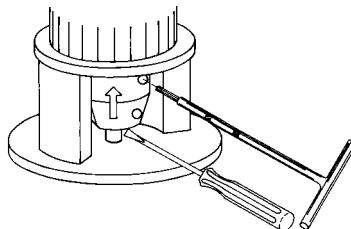

Afb. 16 De koppeling en de asafdichting optillen
3. Til de koppeling en de pompas zo ver mogelijk op (naar de motor toe) met een schroevendraaier of vergelijkbaar stuk gereedschap zodat de pomp- en motorassen elkaar raken. Zie afb. 16.